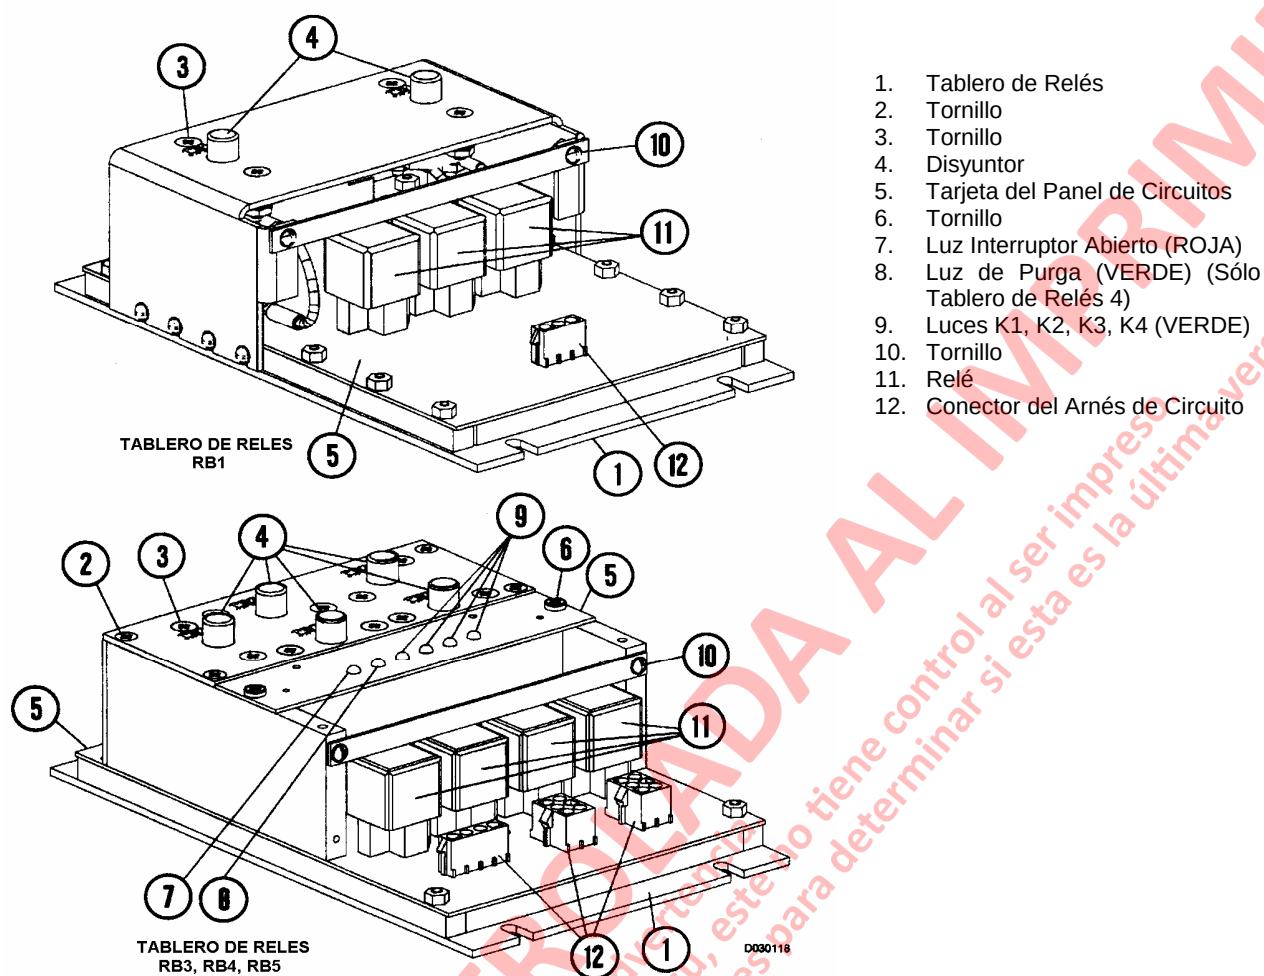

FIGURA 3-6. TABLEROS DE RELE TÍPICOS – RB1, RB3, RB4, RB5
Cada tablero de relés de este tipo está equipado con cuatro luces verdes (9, Figura 3-6) y una luz roja de "disyuntor abierto" (7). Cada tablero de relés tiene una quinta luz verde (8) que tiene una función diferente en cada tablero.
1. Saque un tornillo (10, Figura 3-6) que sujeta la barra transversal en su lugar y suelte el otro tornillo.
3. Mueva suavemente y tire hacia afuera para sacar el relé (11).
5. Coloque la barra transversal en la posición original e instale el tornillo (10) que sacó. Apriete ambos tornillos.
3. Saque cuatro tornillos de fijación (2, Figura 3-6) (uno en cada esquina) en la placa de la cubierta del disyuntor. Saque dos tornillos (6) y la tarjeta (5).
8. Instale cuidadosamente la tarjeta (5) con los tornillos (6).
2. Saque los dos tornillos de montaje (6, Figura 3-6) y retire con cuidado desde el tablero de relés la tarjeta del panel de circuito.
4. Instale dos tornillos de montaje (6).